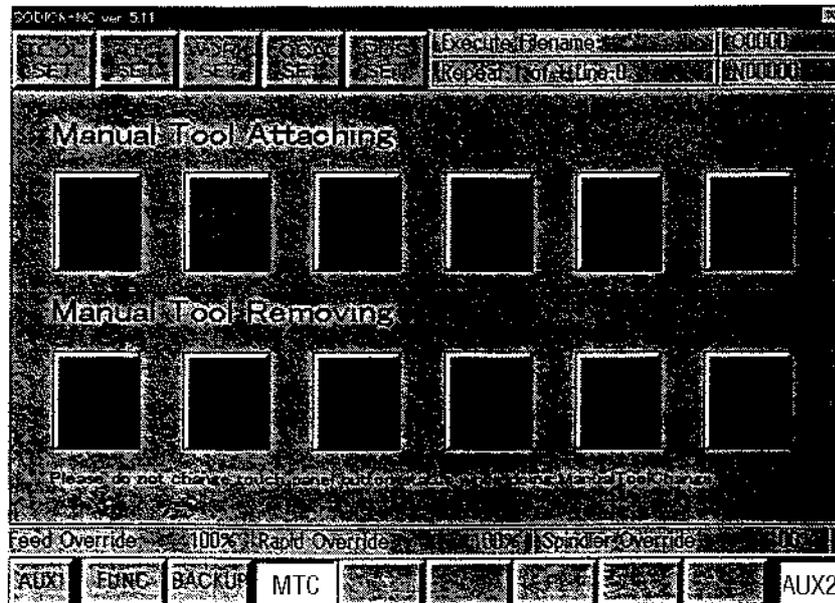

рис. 5
(2) Кнопка для следующего шага **MTC** доступна (черные символы), как показано на рис. 5.